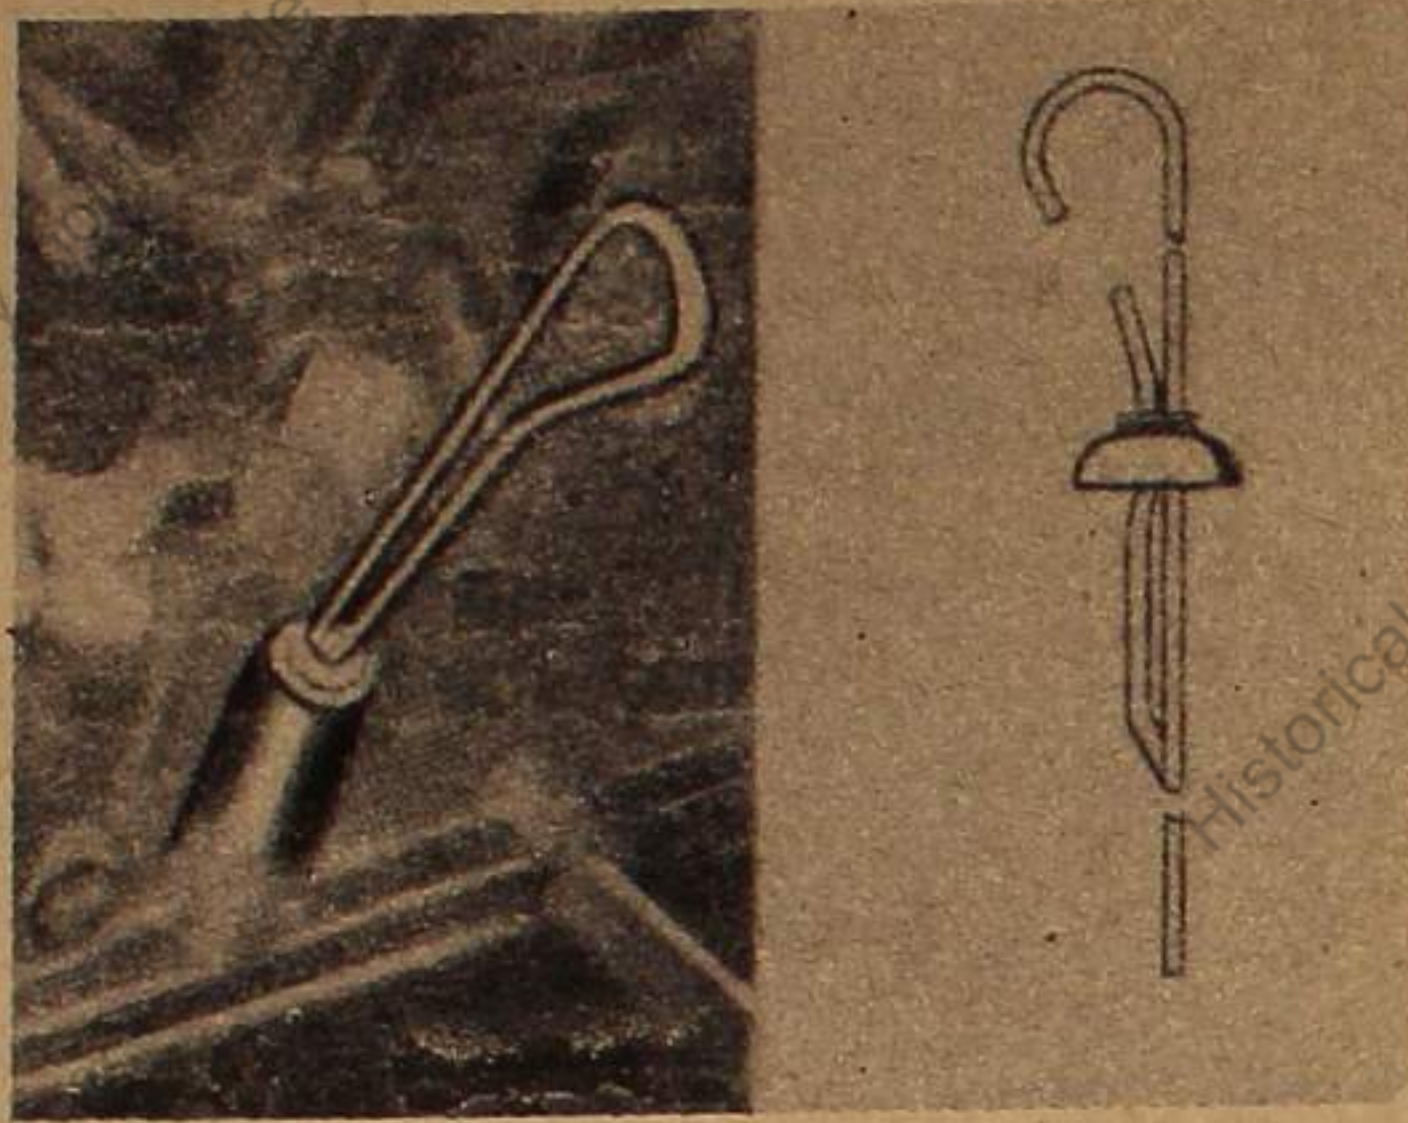

Bild 3. Nilmehstabs, rechts mit Blechklappe, vergrößerte Spreizung am Klemnteil
d) Ölmeßstab, Bild 3
- c) Ölmeßstab, Bild 3.